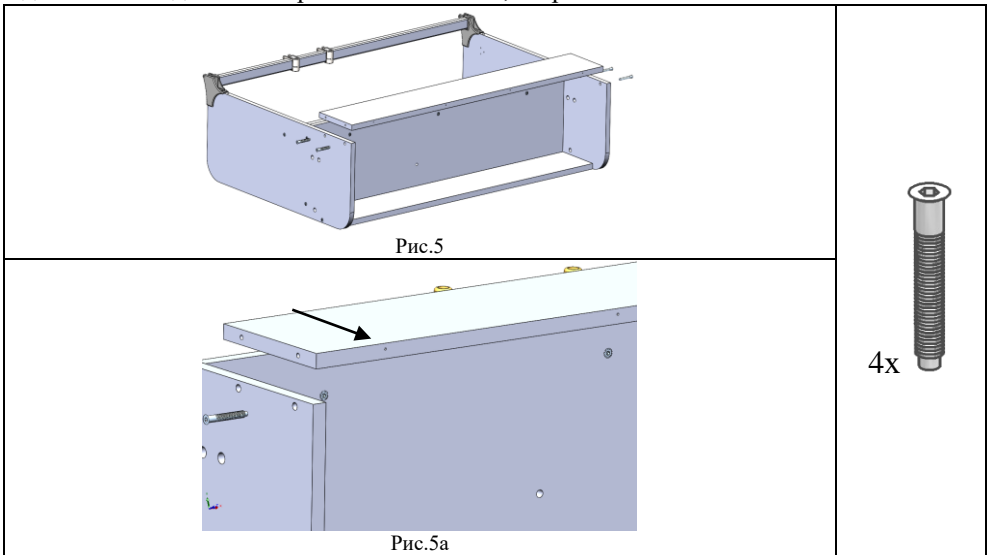

Рис.5
5.1.6. К сборке по п. 5.1.5. установить и закрепить при помощи винтов конфирмат (поз.1, пакет 227) СУТ.62.260 Полку верхнюю (поз.3), см.рис.5. **Внимание!** Отверстия, указанное стрелкой, на полке верхней с задней части торца должны находиться с верхней части стола, см.рис.5а
Рис.5а